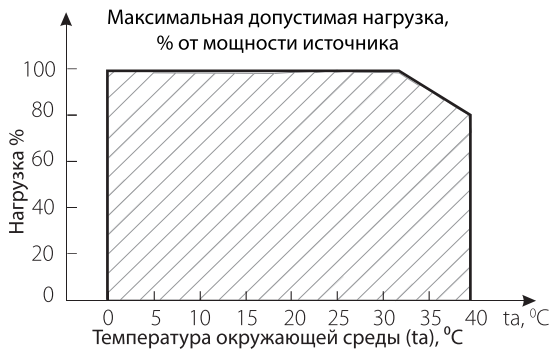

Рис.2
4.3. Не нагружайте источник питания более 80% от его максимальной мощности. Учитывайте, что с повышением температуры окружающей среды, максимальная мощность источника питания снижается, см. график зависимости на Рис.2.